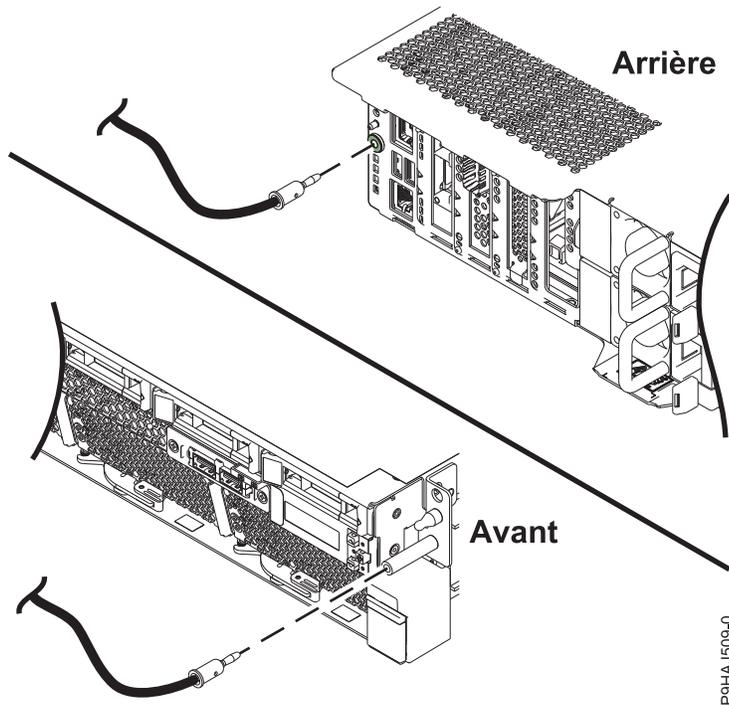

Figure 1. Emplacement des fiches de décharge électrostatique
6. Attachez le bracelet antistatique. Votre système est équipé de fiches de décharge électrostatique à l'avant et à l'arrière du système comme illustré dans figure 1, à la page 4. Branchez le bracelet antistatique sur la fiche de décharge électrostatique.